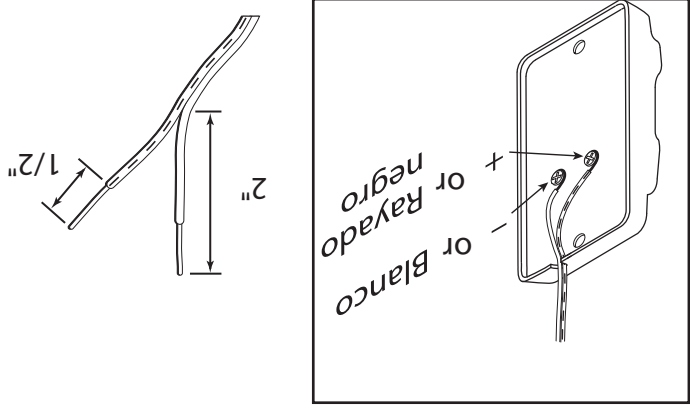

FIG. 3-2 Partiendo y pelando
- (Fig. 3-2 en la página anterior).
- Parta y pele los extremos de alambres (Fig. 3-2).